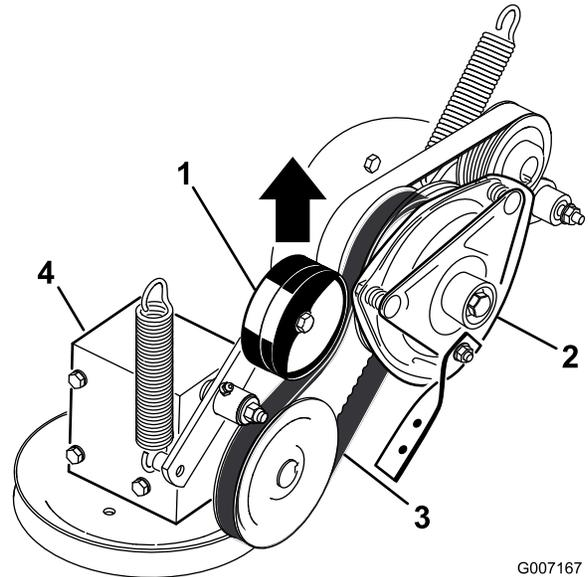

Figura 54
- Tire hacia arriba de la polea tensora a resorte de la correa de la toma de fuerza, y retire la correa de la polea del embrague (Figura 54).
17. Tire hacia arriba del brazo tensor tensado con muelle de la correa de la TDF, e instale esta en la polea del embrague (Figura 54).